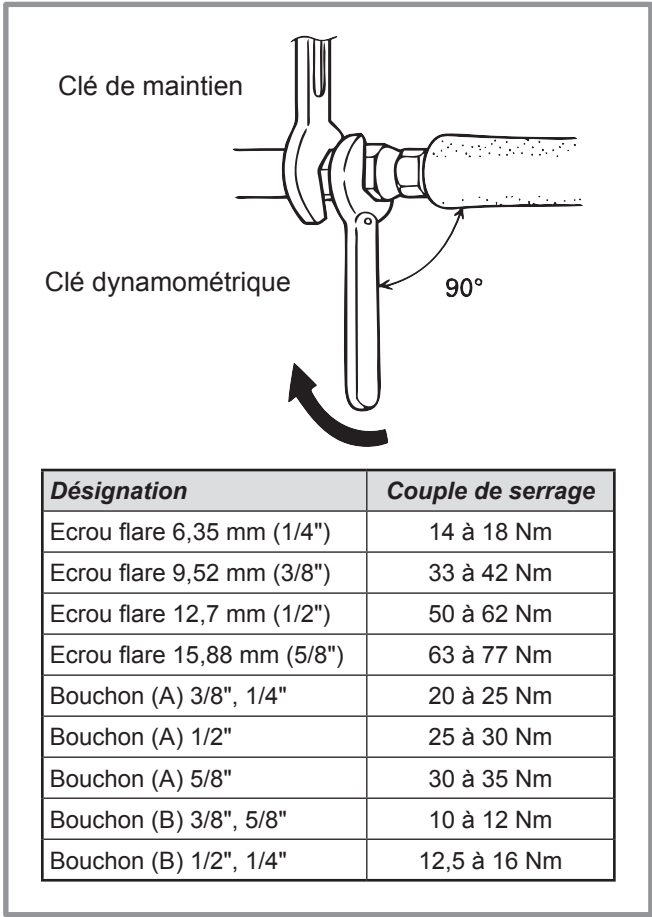

figure 17 - Couples de serrage
- Retirer les bouchons d'accès (A) aux commandes des vannes.
- Remonter les 2 bouchons et les serrer avec le couple de serrage indiqué au tableau figure 17, page 18.